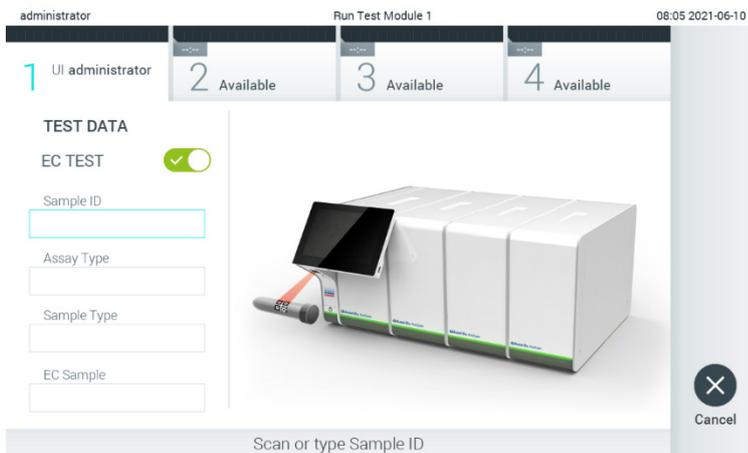

Abbildung 89. Einschalten der Umschalttaste „EC Test“ (EC-Test) zur Aktivierung eines EC-Tests.
2. Schalten Sie die Umschalttaste EC Test (EC-Test) ein (Abbildung 89).
- Scannen Sie nach Aufforderung den Proben-ID-Barcode mit dem im Betriebsmodul integrierten Barcodeleser (Abbildung 89).